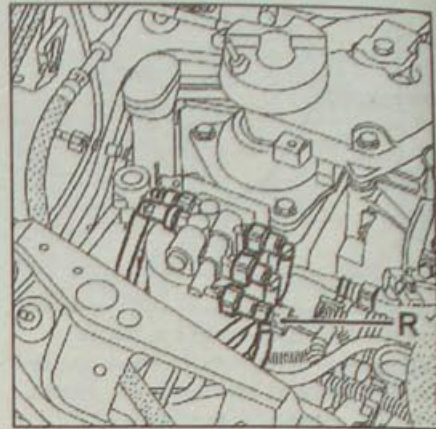

Рис. 4.52. Расположение крана (R) в месте присоединения топливопровода возврата дизельного топлива
- Строго соблюдайте порядок присоединения топливопроводов к фильтру, при этом не допускайте пережатия или повреждения топливных шлангов. На топливном фильтре в месте присоединения топливопровода возврата дизельного топлива расположен кран (R, рис. 4.52). Его нормальное рабочее положение – открытое.
- закройте кран (R, рис. 4.52);